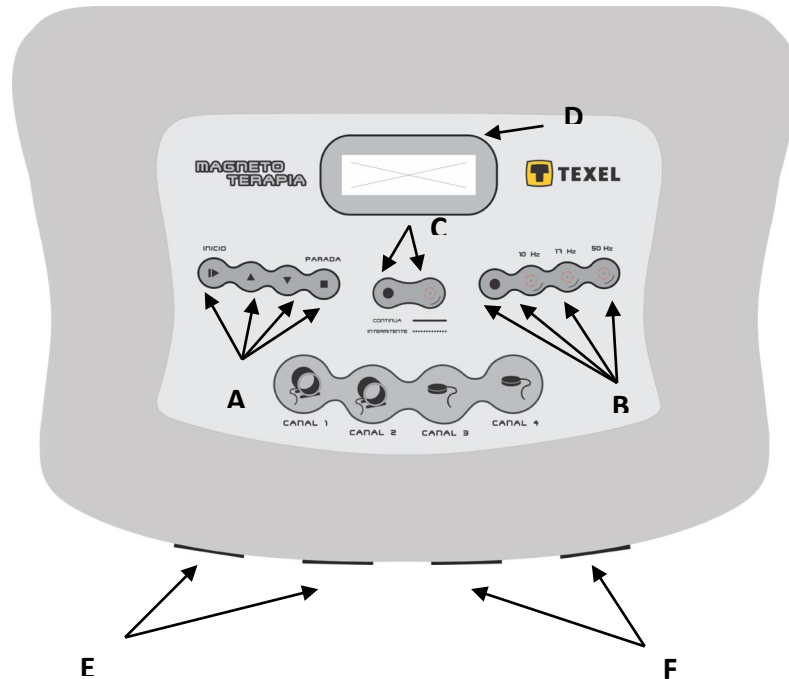

Figura Nro. 1
Antes de comenzar tenga en cuenta que la manera de desplazarse por los diferentes menús y las opciones disponibles de cada uno de estos es a través de los cuatros botones ubicados en el frente del equipo. Ver Figura Nro.1 (A)